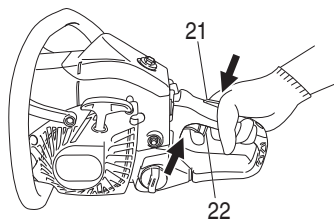

Fig. 16
8. Luego de arrancar el motor, con el bloqueo del gatillo del acelerador (21) presionado, tire del gatillo del acelerador (22) y suéltelo de inmediato. (Fig. 16) Luego, la aceleración media estará desenganchada.